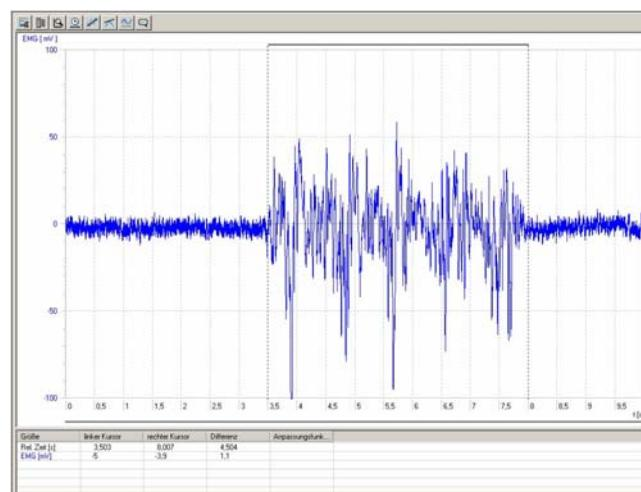

Fig. 4 EMG de contracciones de músculos del antebrazo izquierdo; fases de reposo y activas alternadas
- Se inicia el templete y se registra la curva de medida del electromiograma (Fig. 4).